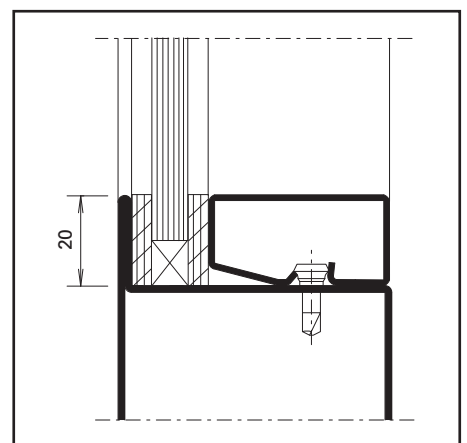

Abb. 13 / Fig. 13 / Fig. 13
3. Dichtungsband auf Glasleisten kleben und Glasleisten aufklipsen (Abb. 13)
3. Coller la bande d'étanchéité sur les parcloles et clipser les parcloles (fig. 13)
3. Stick the distance strip to the glazing bead and clip the glazing bead in place (fig. 13)